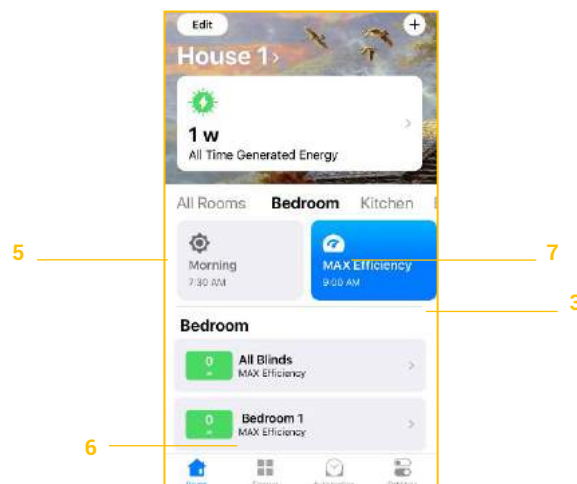

Abbildung 76
- ✔ Die von Ihnen gewählte Szene (Abb. 76) wird blau angeleuchtet (3) und in der Jalousie-Beschreibung am Display angezeigt (4).
- ✔ Es wird darauf hingewiesen, dass Sie durch Auswählen des Reiters **All Rooms** (5) den Neigungswinkel und Positionen aller Jalousien im Haus ändern können. Dafür bitte auf den Reiter **All Blinds** (6) tippen. Bei manueller Bedienung werden alle Jalousien auf den Standardmodus **Manual** umgestellt.
- ✔ Um den Neigungswinkel und die Position der Jalousie in einem bestimmten Zimmer manuell zu ändern, bitte zwischen Zimmerbezeichnungen schalten (7).